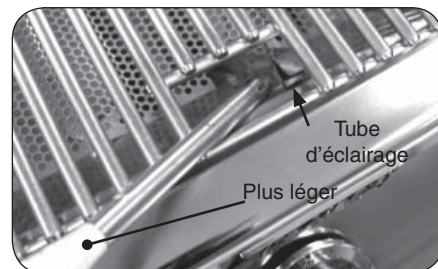

Fig. 22-2 - Éclairage manuel
2. Passez un allumeur brûlant de butane de long-baril ou une allumette brûlante de long-tige dans la grille à cuire s'ouvrant au dessus du tube d'éclairage. (Fig. 22-2). Pour des backburners, tenez la flamme contre le surface du backburner.
4. Si le brûleur ne s'allume pas, enfoncez immédiatement le bouton et tournez la valve à AU LOIN. ATTENDEZ CINQ (5) MINUTES avant de répéter les étapes 2 à 4 des instructions manuelles d'éclairage.